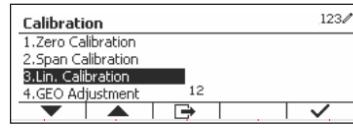

Figure 15
2. Appuyez sur le bouton multifonction correspondant à l'icône pour accéder au sous-menu d'étalonnage. Faites défiler jusqu'à l'entrée « Lin. Calibration » (Étalonnage de linéarité) en utilisant le bouton multifonction correspondant à l'icône . (Voir Figure 15)